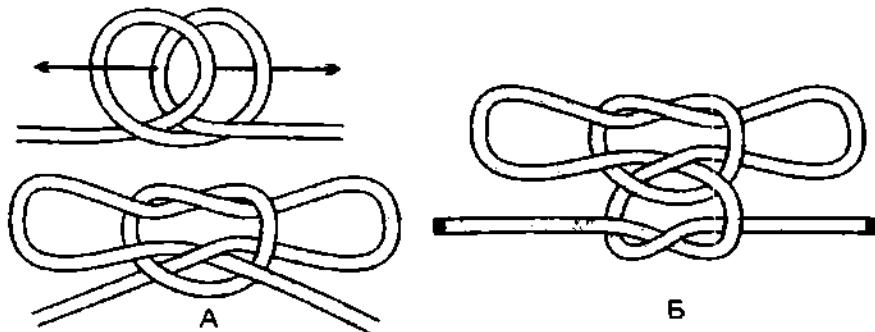
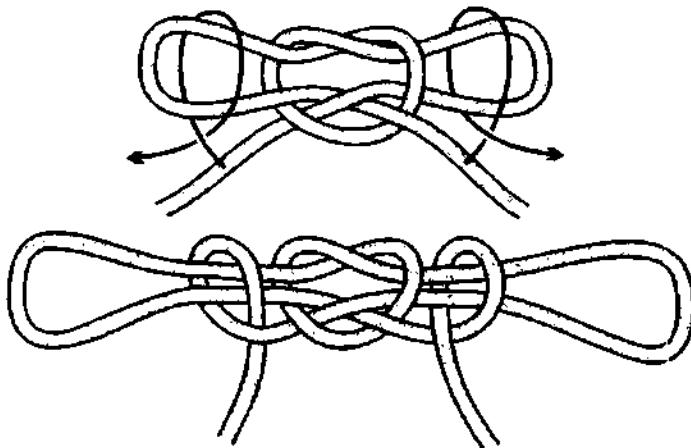

Рис. 438. А – кандалльный узел; Б – связывание концов у кандалльного узла простым узлом.
Рис. 439. Кандалльный узел с полуштыками – лестничный узел.
**Кандалльный узел** – это ещё один вариант **простого узла** с двумя петлями, в который пропущены ходовые концы (рис. 438). **Кандалльный узел** очень похож на **пьяный узел**, и может использоваться в тех же целях. Для того, чтобы закрепить оба конца и зафиксировать петли, концы связываются вместе **простым узлом** (рис. 438 *Б*) или на петли накидываются полуштыки (рис. 439). **Кандалльный узел** с полуштыками является двойной незатягивающейся петлёй, которая имеет собственное название – **лестничный узел**.